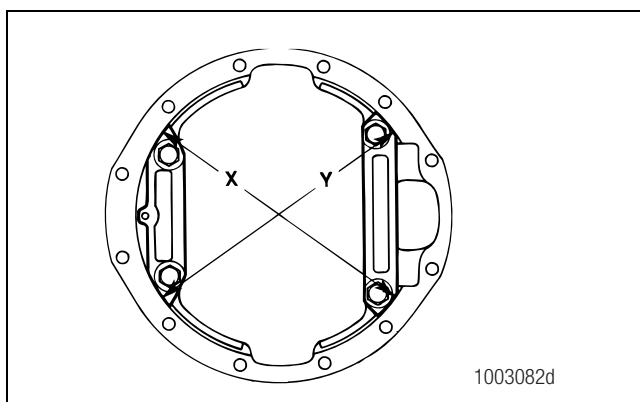
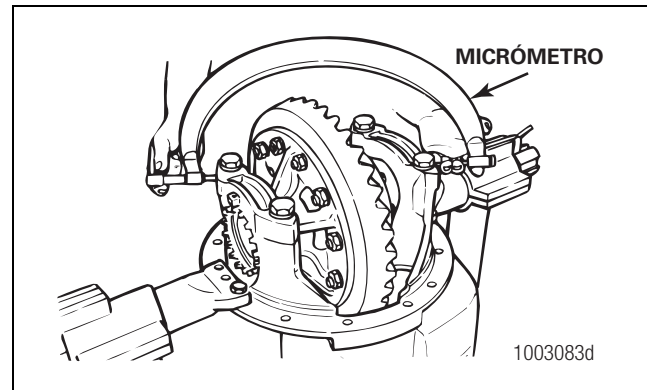

Figura 5.57
Figura 5.58
2. Use un micrómetro para medir la distancia X o Y entre las superficies opuestas de los casquetes de los cojinetes. Figura 5.57 y Figura 5.58. Anote y registre la medida.
- C. Repita el procedimiento de ajuste de la precarga de los cojinetes laterales del diferencial. Figura 5.58.